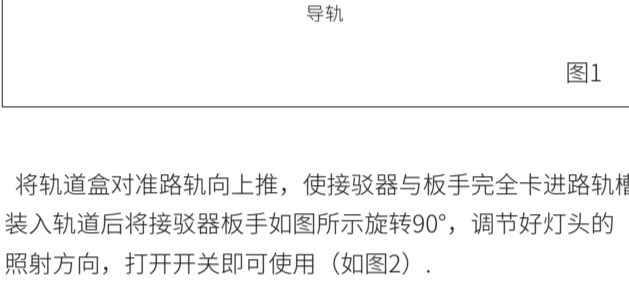

图1
- 1、安装本产品前需另购导轨, 各大灯具专卖店均有销售 (如图1);